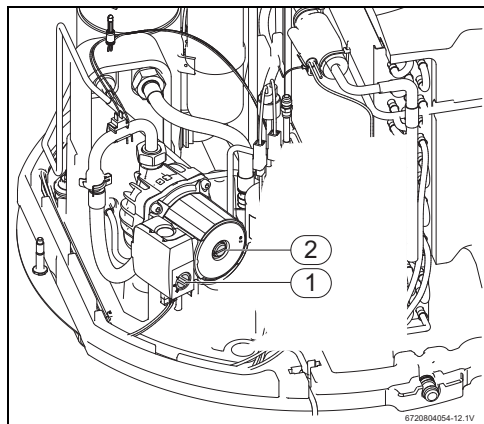

Bild 13 Umwälzpumpe
- Wahlschalter der Umwälzpumpe (Abb. 13, [1]) auf « III » stellen.
- Ablassschraube der Umwälzpumpe (Abb. 13, [2]) öffnen. Wasser gleichmäßig und ohne Luftblasen abläuft.